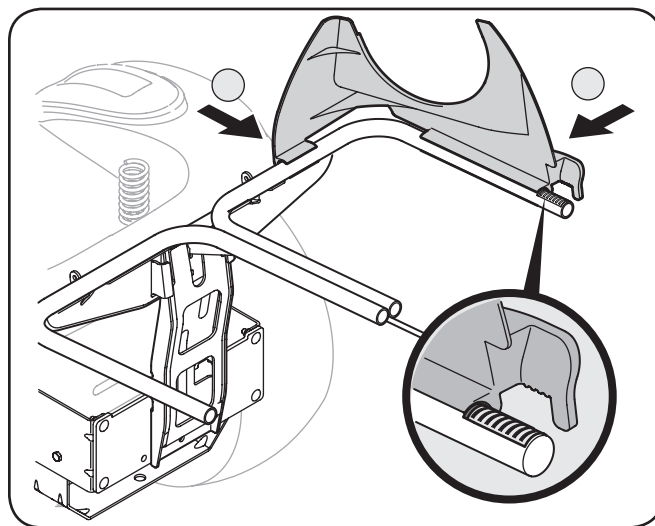

Figure 4-11
1. Insérez la goulotte de descente supérieure de plastique en place en enclenchant d'abord la partie latérale sur la rail de support du dispositif d'ensachage avec le bord du dispositif d'enclenchement aligné avec la ligne rouge, comme illustré à la figure 4-11.
2. Insérez la partie avant de la goulotte de descente au rail, comme illustré à la figure 4-11.